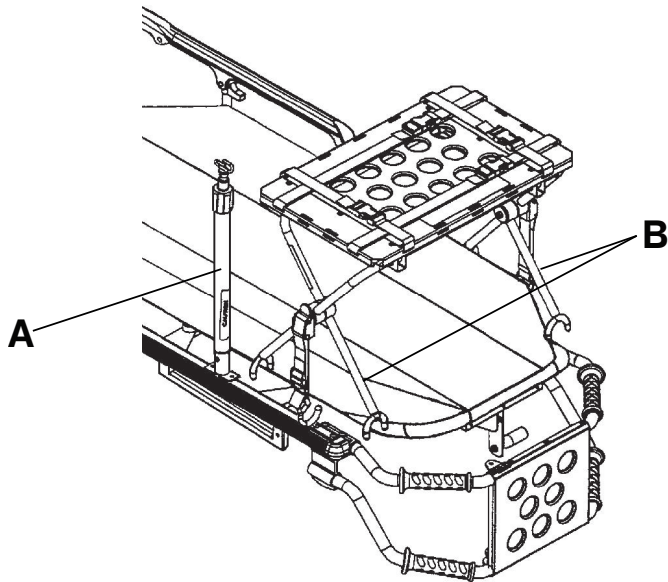

Afbeelding 24 – Opbergstand
1. Plaats het defibrillatorplatform in de opbergstand (Afbeelding 24).